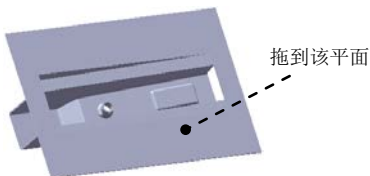

图 16.5.26 成形特征 1
Step3. 创建图 16.5.26 所示的成形特征 1。
(1) 单击任务窗格中的“设计库”按钮 ，打开“设计库”对话框。
(2) 单击“设计库”对话框中的  ch16 节点，在设计库下部的列表框中选择“hinge_shaped_tool_02”文件并拖动到图 16.5.26 所示的平面，在弹出的“成形工具特征”对话框中单击  按钮。